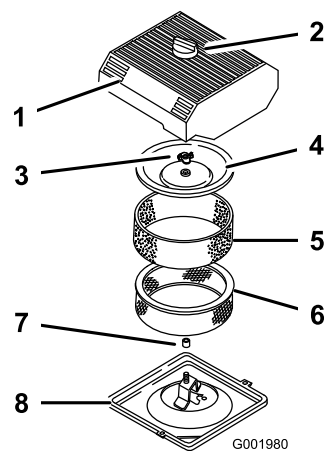

Figura 44
3. Pulite intorno al filtro dell'aria per evitare che la morchia possa penetrare nel motore provocando gravi danni (Figura 44).
4. Svitare la manopola sul coperchio del filtro dell'aria e togliere il coperchio (Figura 44).
5. Togliere con cautela l'elemento in schiuma sintetica dall'elemento di carta (Figura 44).
6. Svitare il dado del coperchio e togliere sia il coperchio che l'elemento di carta (Figura 44).
1. Infilate con cautela l'elemento in schiuma sintetica sopra l'elemento di carta del filtro dell'aria (Figura 44).
3. Avvitare a fondo, manualmente, il dado contro il coperchio (Figura 44).
4. Montate il coperchio del filtro dell'aria e la manopola (Figura 44).